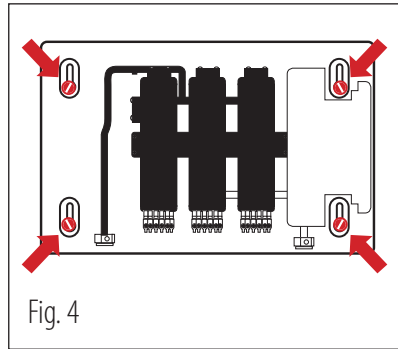

Fig. 4
- Monter l'appareil sur le mur à l'aide de quatre vis aux points marqués (figure 4).